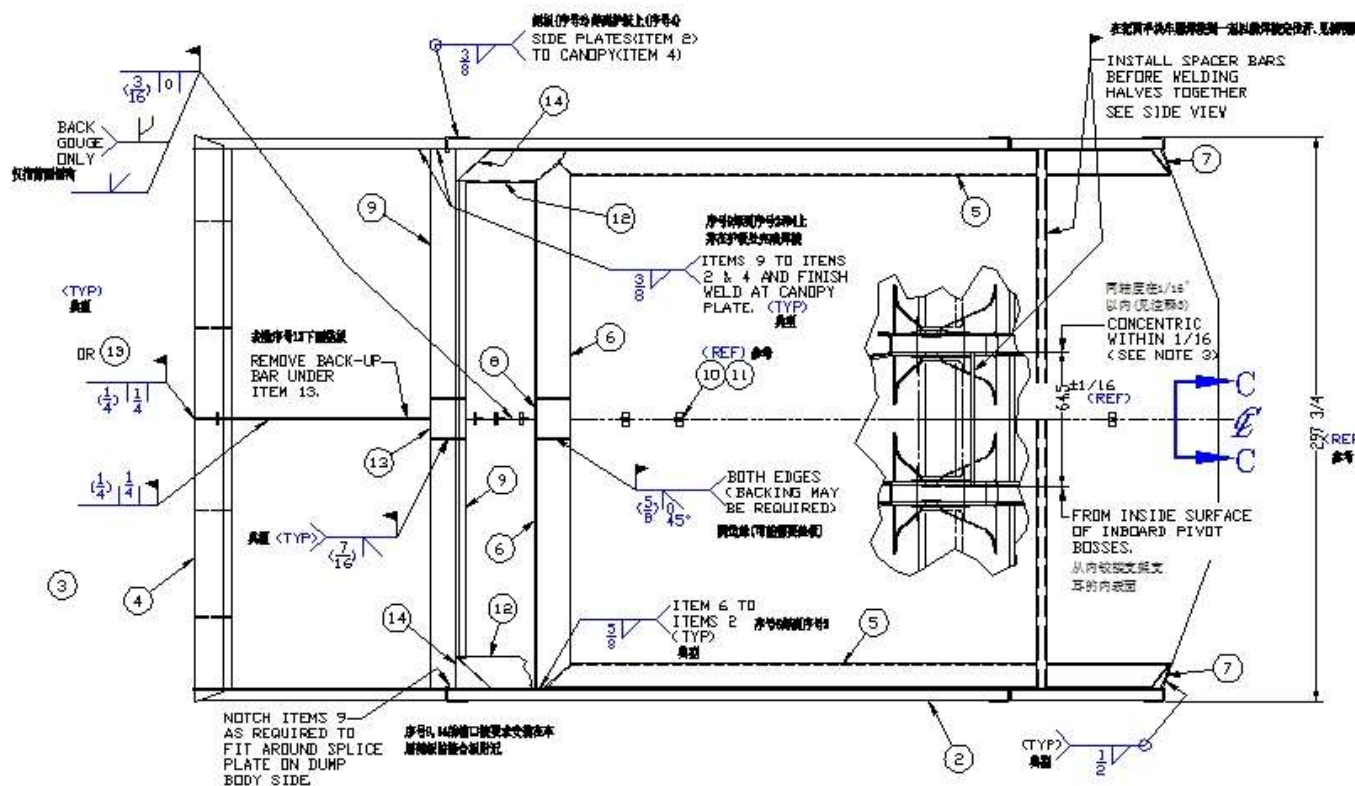
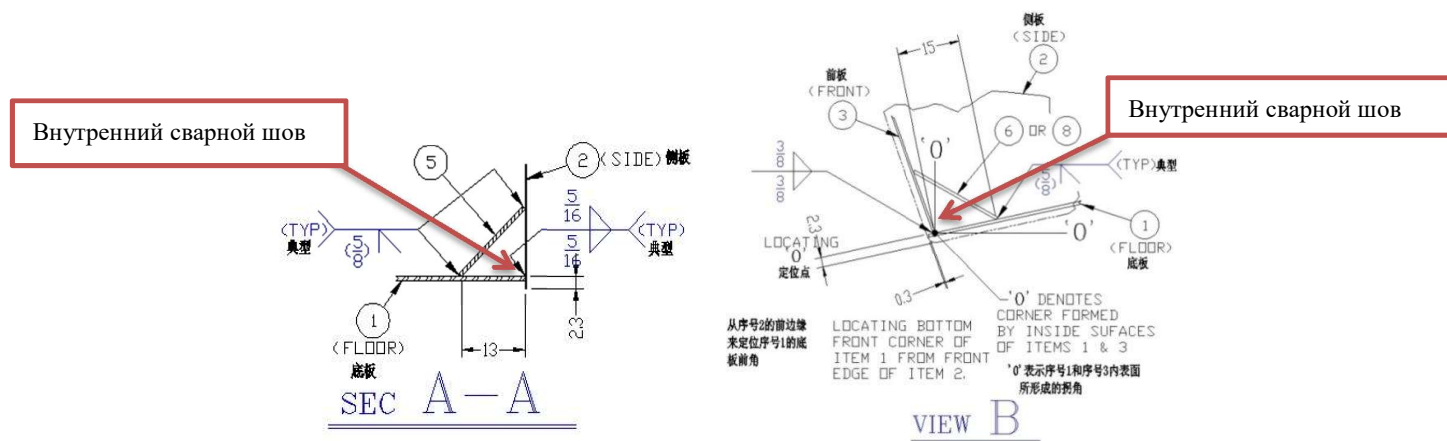

图 16
图 28 底板烟道板下底板与侧板、前板连接的内部焊缝
(2) Соберите серийный номер 5, серийный номер 6 и серийный номер 7, как показано на рисунке, как показано на рисунке 16, и установите нижнюю пластину, боковую пластину и переднюю пластину так, чтобы размер рисунка составлял 13 дюймов (33.02см) и 15 дюймов(38.1см) (как показано на рис. 28), согласно чертежам в сборе № 8 и 13 (как показано на рис. 16), пожалуйста, обратитесь к чертежу узла кузова URA84294FF для получения подробной информации; сварка прихваточным швом после выравнивания.